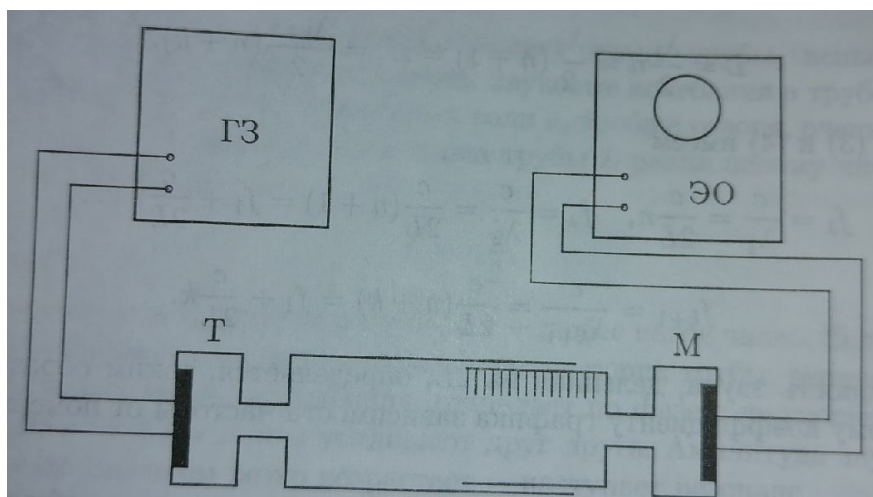
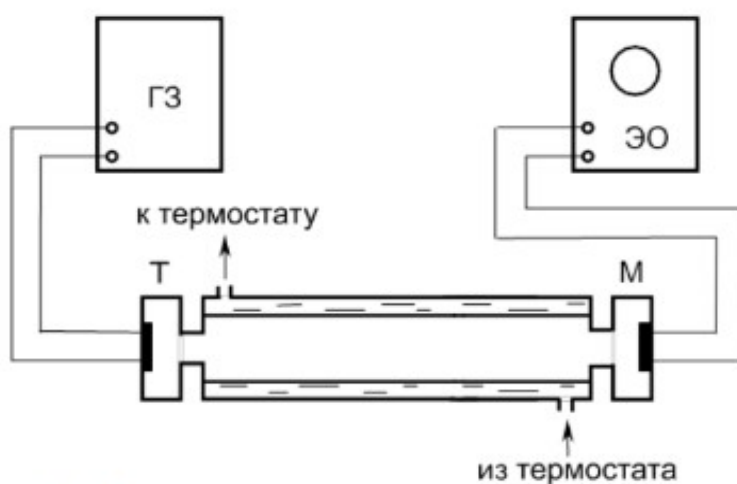

Рисунок 1: Схема установки для определения теплоты испарения
Рисунок 2: Установка для изучения зависимости скорости звука от температуры
Экспериментальная установка. Соответственно двум методам измерения скорости звука в работе имеются две установки (рис.1 и 2). В обеих установках звуковые колебания в трубе возбуждаются телефоном Т и улавливаются микрофоном М. Мембрана телефона приводится в движение переменным током звуковой частоты; в качестве источника переменной ЭДС используется звуковой генератор ГЗ. Возникающий в микрофоне сигнал наблюдается на осциллографе ЭО.
Первая установка (рис.1) содержит раздвижную трубу, с миллиметровой шкалой. Через патрубков (на рисунке не показан) труба может наполняться воздухом или углекислым газом из газгольдера. На этой установке производятся измерения γ для воздуха и для CO_2 . Вторая установка (рис. 2) содержит теплоизолированную трубу постоянной длины. Воздух в трубе нагревается водой из термостата. Температура газа принимается равной температуре воды, омывающей трубу. На этой установке измеряется зависимость скорости звука от температуры.
3. Измерения на первой установке (рис.1).
4. Измерения на второй установке (рис. 2)